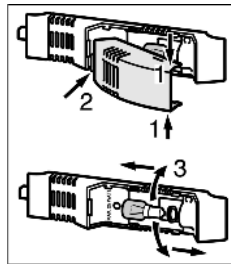

Fig. 18
- ▶ Die Lampenabdeckung oben und unten fassen *Fig. 18 (1)*.
- ▶ Lampenabdeckung hinten ausrasten und aushängen *Fig. 18 (2)*.
- ▶ Die Lampe austauschen *Fig. 18 (3)*.